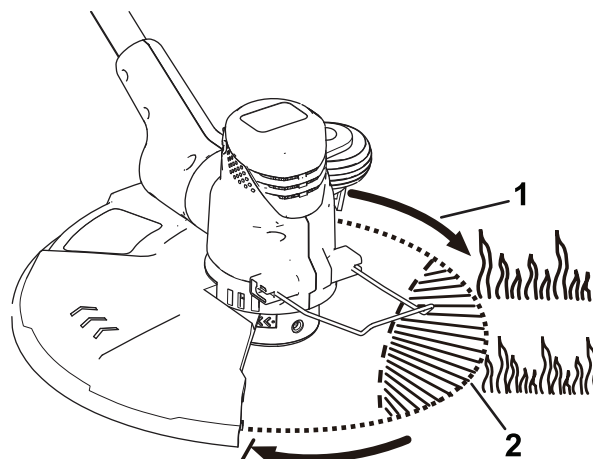

Figura 17
2. Spingete le alette sul lato del coperchio di fissaggio della bobina (Figura 17).